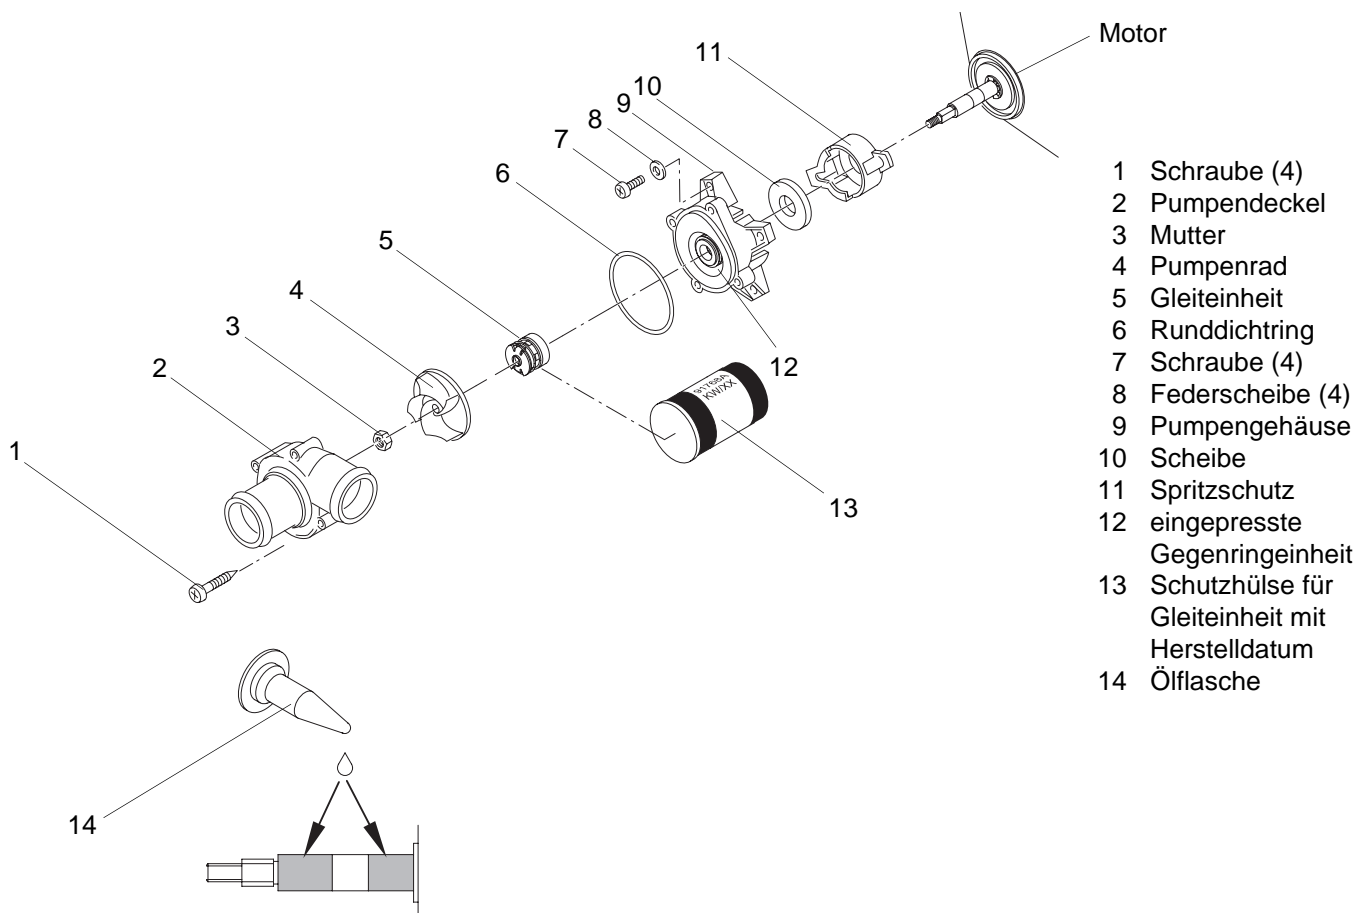

Abb. 3 Zusammenbau
2. Spritzschutz (11, Abb. 3) und Scheibe (10) bis zum Anschlag auf die Motorwelle aufstecken.
3. Motorwelle gemäß Abb. 3 in waagerechter Lage vollständig mit einem Gleitfilm aus Montageöl benetzen. Hierzu die Spitze der Ölfflasche aufstechen oder aufschneiden.